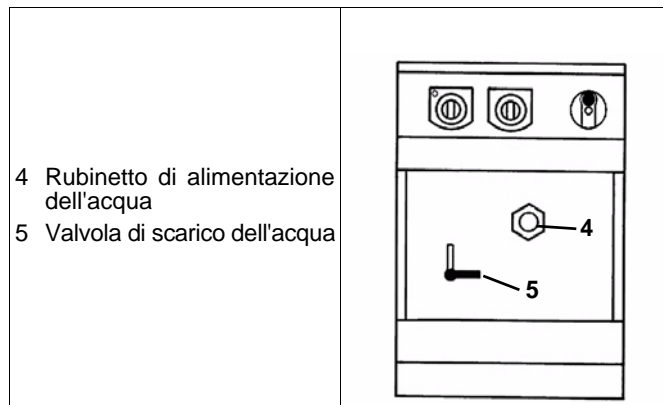

Fig.10 Vista frontale
- ⇒ Aprire il rubinetto principale del gas (1/Fig.10).
- ⇒ Aprendo il rubinetto (4/Fig.10) vengono integrate le perdite di acqua nella vasca.
- ⇒ Far fuoriuscire l'acqua dalla vasca aprendo la valvola di scarico dell'acqua (3/Fig.10) (ruotare la leva in senso antiorario in posizione verticale).